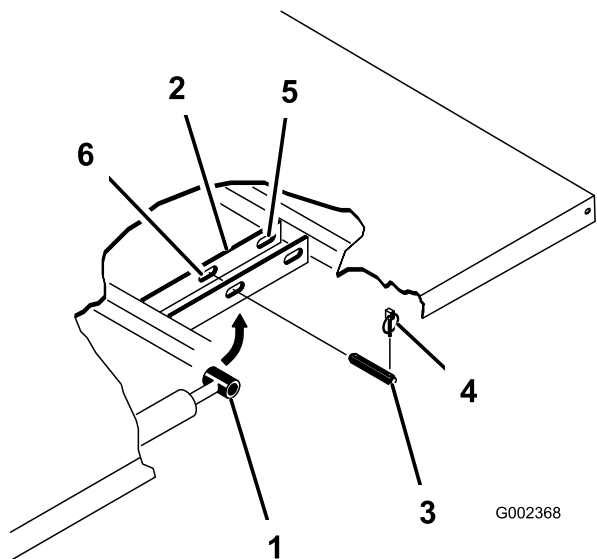

Рисунок 23
3. Удалите шплинты с кольцом из наружных концов шплинтуемых штифтов на штоках гидроцилиндров (Рисунок 23).
- Снимите шплинтуемые штифты, крепящие концы штоков гидроцилиндров к монтажным плитам кузова, протолкнув штифты внутрь (Рисунок 23).
- Выньте шплинтуемые шплинты, которые крепят шарнирные кронштейны к швеллерам рамы (Рисунок 23).